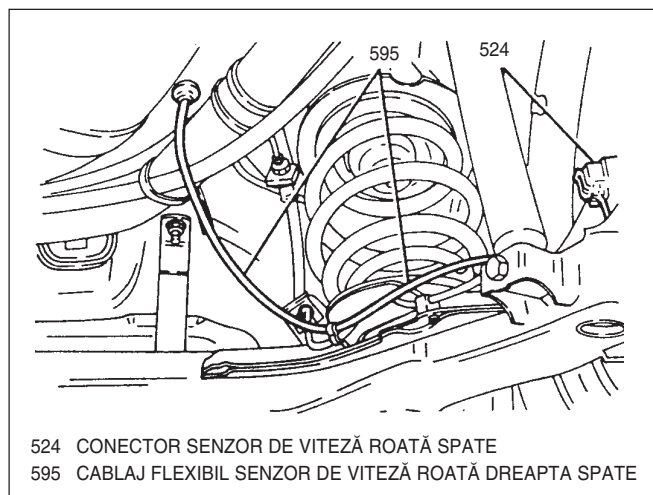

Fig. 33 Cablaj flexibil senzor de viteză roată dreapta spate
4. Inelul de trecere al cablajului și se tace cablajul prin orificiul din caroserie (Fig. 33).